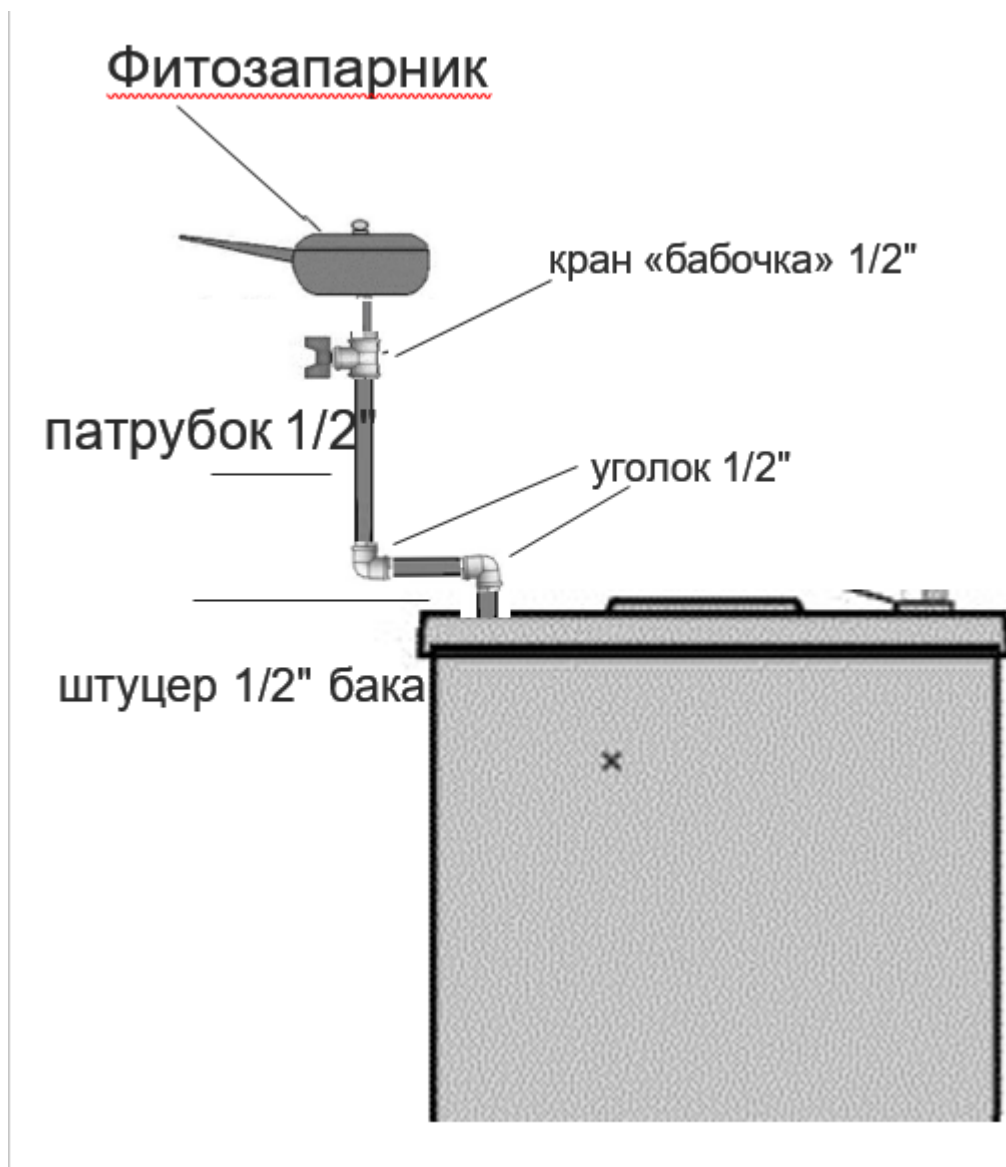

Рис.7. Схема подключения Фитозапарника
2.1.2.11 В качестве опции к электрической печи возможно подключение Фитозапарника в соответствии со схемой подключения (рис.7). К штуцеру отбора пара через кран подключается Фитозапарник